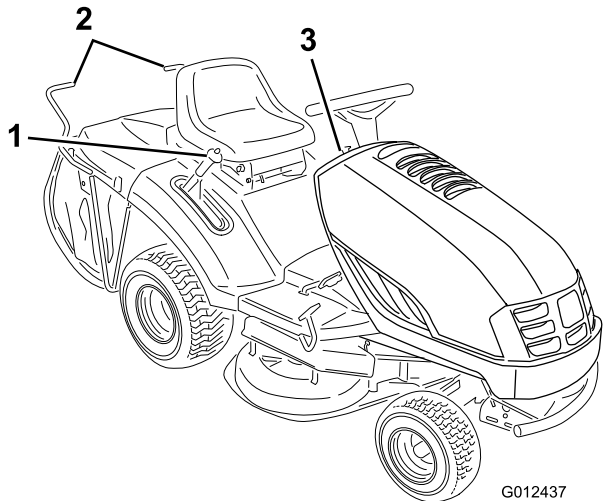
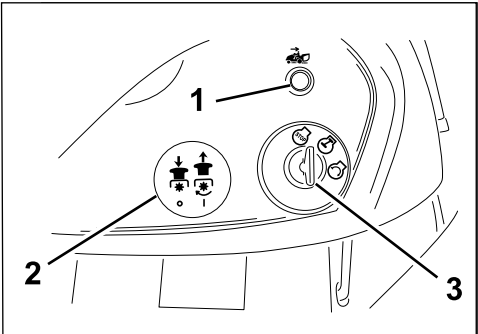

Figura 4
Figura 5
Prima di avviare il motore e di utilizzare la macchina, familiarizzate con i comandi (Figura 4 e Figura 5).
1. Premete e tenete premuto il pedale del freno (Figura 5).
3. Fate scorrere in avanti la leva del freno di stazionamento (Figura 5) e alzate lentamente il piede dal pedale del freno.
1. Premete il pedale del freno (Figura 5).
2. Innestare il comando delle lame (PDF) estraendo la manopola in posizione Engaged (Figura 5).
2. Inserite la manopola di comando delle lame (PDF) in posizione di disinnesto (Figura 5).
4. Disinnestate le lame (PDF); vedere Figura 5.